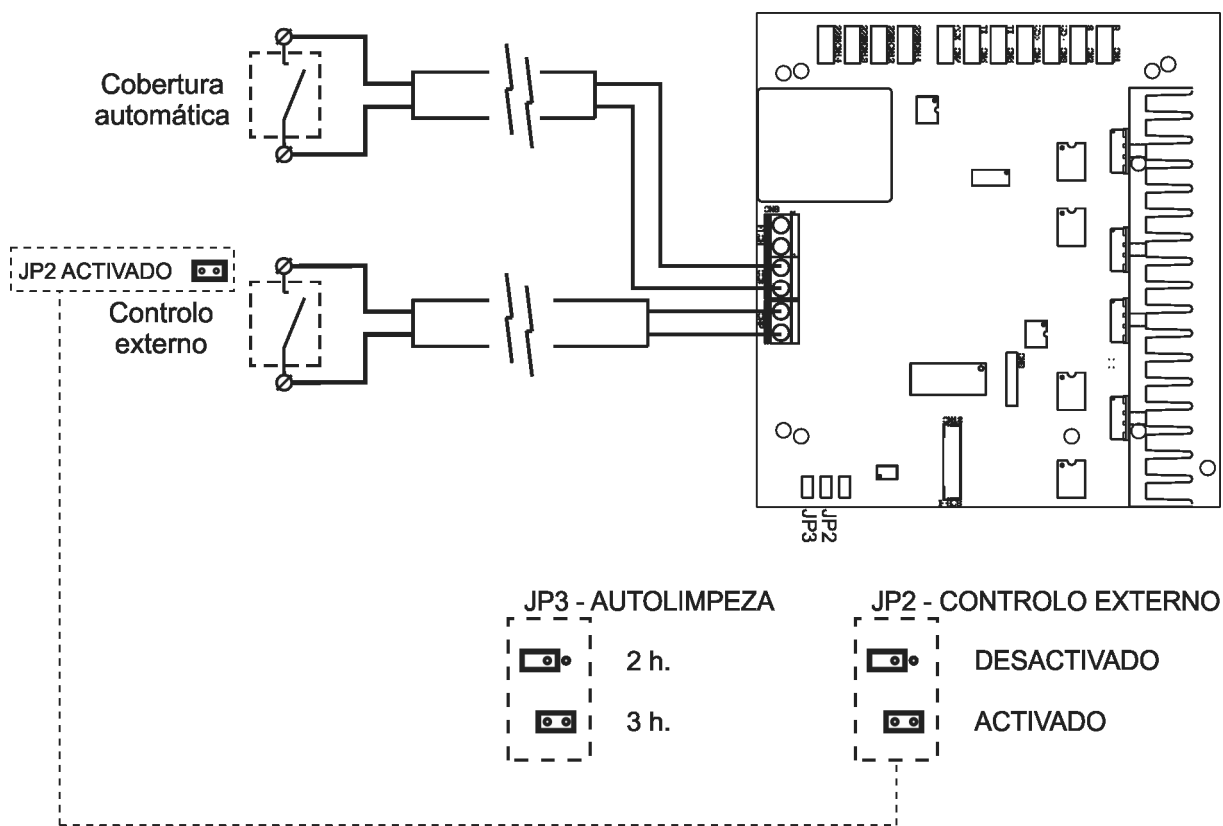

Fig. 16
- **Sistema de AUTOLIMPEZA DOS ELÉCTRODOS:** as luzes [5] indicam o estado da polarização dos eléctrodos (directa/inversa) A frequência de inversão pode-se seleccionar através do jumper "JP3" situado na placa de controlo do sistema (Fig. 16). Esta configuração ficará efetiva quando o equipamento seja desconectado e conectado novamente.